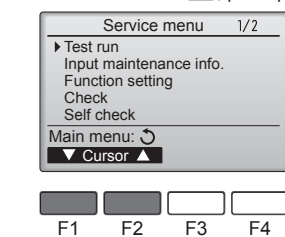

Fig. 6-3
③ Sélectionnez "Test run" (Test fonctions) à l'aide du bouton [F1] ou [F2], puis appuyez sur le bouton (✓). (Fig. 6-3)